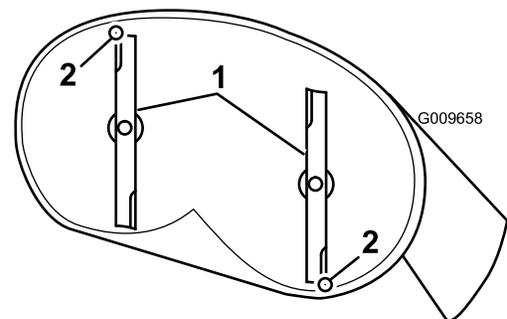
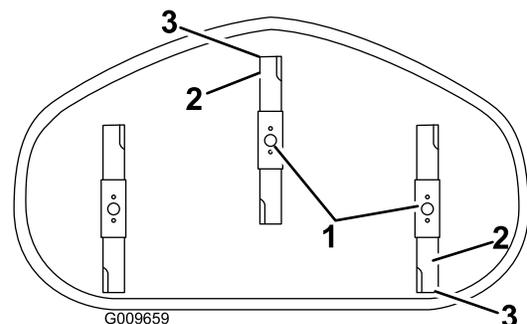

Figura 51
Figura 52
4. Gire cuidadosamente las cuchillas colocándolas en el sentido de avance de la máquina (Figura 51 y Figura 52).
5. Mida entre la punta de la cuchilla delantera y la superficie plana y entre la punta de la cuchilla trasera y la superficie plana (Figura 51 y Figura 52). Si la punta de la cuchilla delantera no está entre 1,6 y 7,9 mm (1/16 y 5/16 pulg.) más baja que la punta de la cuchilla trasera, ajuste la contratuerca delantera.
- Compruebe la inclinación longitudinal de nuevo después del ajuste. Siga ajustando la tuerca hasta que la punta de la cuchilla más avanzada esté entre 1,6–7,9 mm (1/16 y 5/16 pulgada) más baja que la punta de la cuchilla más atrasada (Figura 51 y Figura 52).